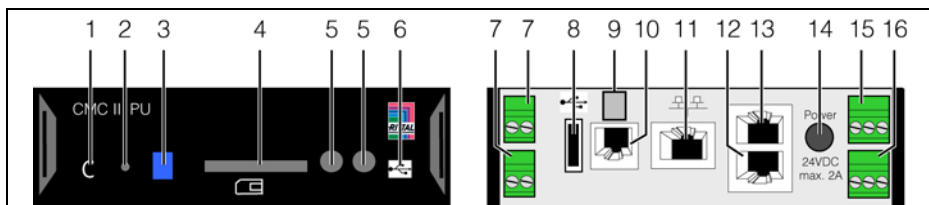

Рис. 3: Панель управления, штекеры и разъемы
Элементы управления и индикации показаны на рис. 3.
**Обозначения на рис. 3**
Источники питания для поз. 7, 10, 12, 13 и 16 (рис. 3) должны соответствовать требованиям Limited Power Source (LPS) согласно UL 60950 и обеспечивать соблюдение вышеназванных граничных значений.
- Подключите внешний блок питания (DK 7030.060) ко входу питания 24 В (рис. 3, поз. 14). Запуск прибора длится примерно 1 минуту. В течение этого времени индикатор статуса нерегулярно мигает синим цветом (рис. 3, поз. 3). Прибор готов к работе, когда индикатор статуса загорится зеленым цветом.
- Если индикатор статуса после завершения процедуры запуска мигает красным и синим цветом, нажмите и удерживайте кнопку "С" для квитирования имеющихся сообщений (рис. 3, поз. 1).
- Подключите прибор сетевым кабелем через Ethernet-порт к Вашему компьютеру (рис. 3, поз. 11).
- Соедините СМС III PU сетевым кабелем с вашей локальной сетью Ethernet (рис. 3, поз. 11).